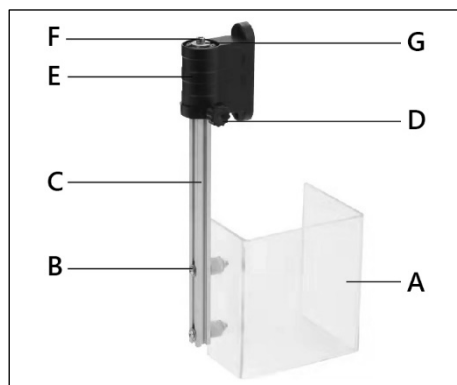

Рисунок 12.
Прикрепите защитный экран (A) (рис. 12) к направляющей (C) с помощью двух винтов, шайб и гаек (B). Вставьте направляющую в специальный кронштейн (E). Затем установите ограничительную шайбу (G) с помощью винта (F). Настроить высоту установки защитного экрана можно с помощью винта (D).